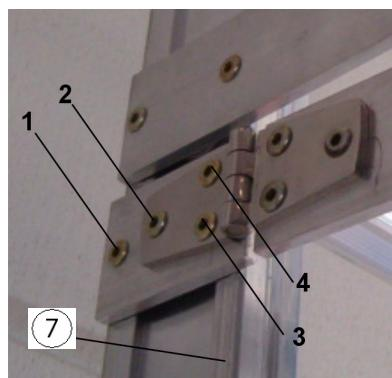

Figura 3
- Colocar la placa intermedia a 8 mm por debajo de la abrazadera de la jaula (ver figura 3).
- Hacer un agujero en la barra de la escala pos.1. Agujero en el centro de la ranura de la barra de la escala (figura 3, pos.7).
- Taladrar unos agujeros en pos. 3 y 4 d la barra de la escala.
- Fijar la bisagra del cierre de seguridad con un remache pop a la placa intermedia (pos.2).
- Remaches pop en la pos. 3 y 4 atravesando la bisagra, placa intermedia y barra de escala.